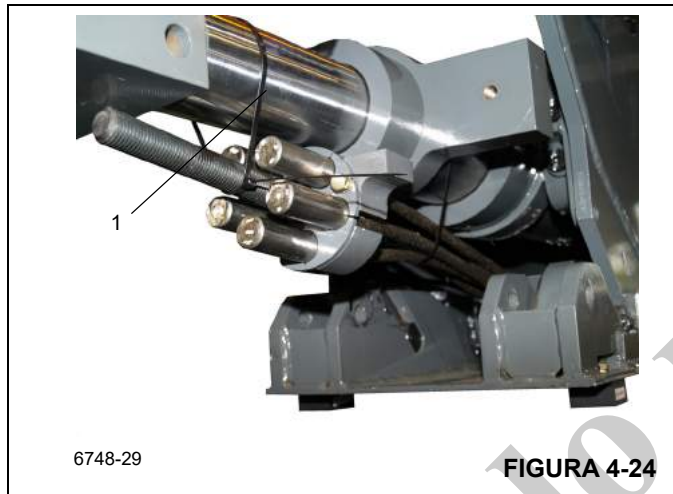

FIGURA 4-24
10. Asegure la placa retenedora del cable de extensión y el perno de ajuste al cilindro telescópico con bandas de amarre (1), (Figura 4-24) o cinta adhesiva. El no hacerlo